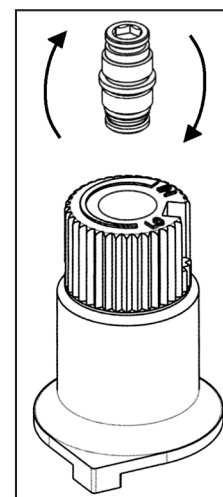

Figure 22: Tournez la vis de valve.
- e) Tournez la vis (voyez Figure 22).